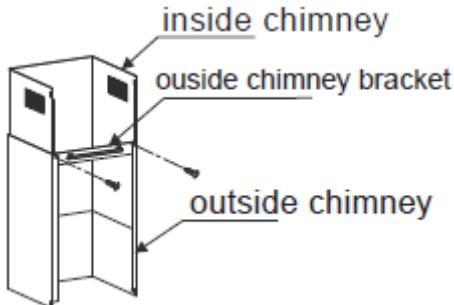
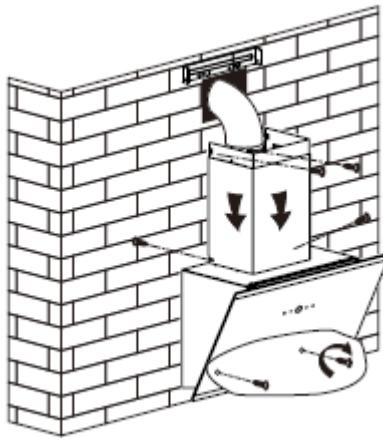

Bild 5
Bild 6
5. Montieren Sie die Befestigungsklammer für den Kamin mit 2 ST4\*8mm-Schrauben am äußeren Kamin und achten Sie darauf, dass der innere Kamin frei beweglich ist. Siehe Bild 5. Befestigen Sie dann den Schornstein an der Haube mit 2 ST4\*8mm Schrauben am Haubenkörper und mit 2 ST4\*40mm Schrauben an der Wand. Verlegen Sie gleichzeitig das Expansionsrohr nach außen. Siehe Bild 6.